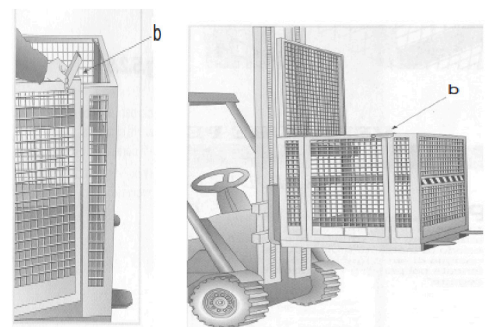

Fig. 5.2.7 Dispositivo de bloqueo de la puerta.
- En las ilustraciones (fig.5.2.7 y fig. 5.2.8) está representado el simple funcionamiento del dispositivo de bloqueo de la puerta b.